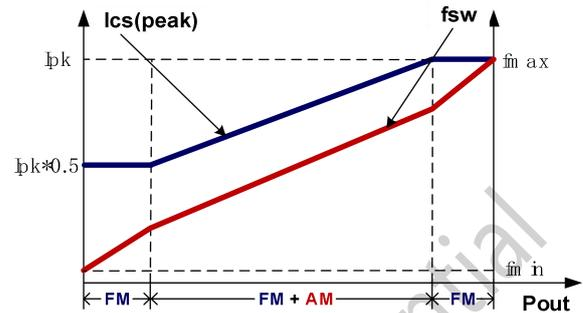

图 4
如图 4 所示，为了满足严苛的平均效率和待机功耗要求，DP2601D 采用了调幅控制 (AM) 和调频控制 (FM) 结合的多模式控制技术。